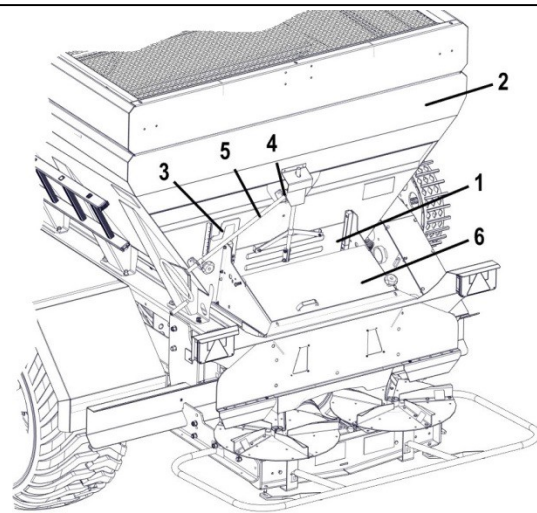

Рис. 12 – Регулировка количества высева
Соответствующие желаемые дозы для каждого типа удобрений следует выбирать из приблизительной таблицы высева. Требуемый выходной зазор устанавливается с помощью ручки (5) (рис. 12). Поворачивая ручку, поднимите заслонку (1), чтобы получить правильную индикацию на шкале распределения (3).